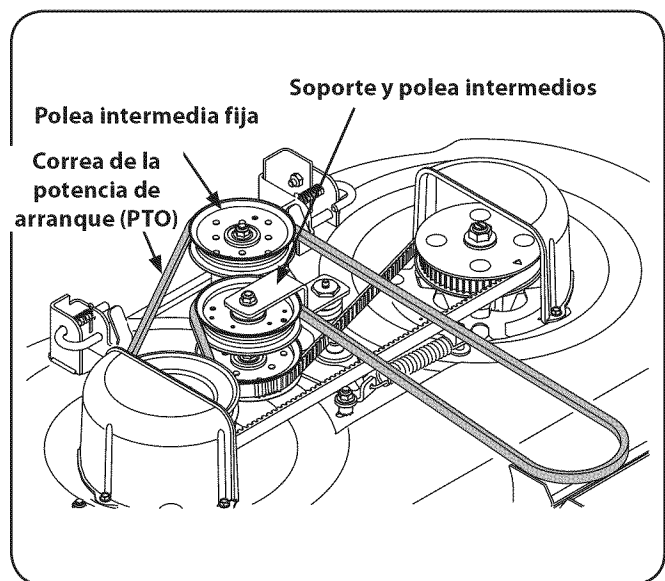

Figura 7-4
- Haga pasar la correa alrededor de la polea intermedia fija como se indica en la Figura 7-4 y vuelva a instalar la plataforma como se describe en "Reinstalación de la plataforma de corte" más adelante en esta sección.